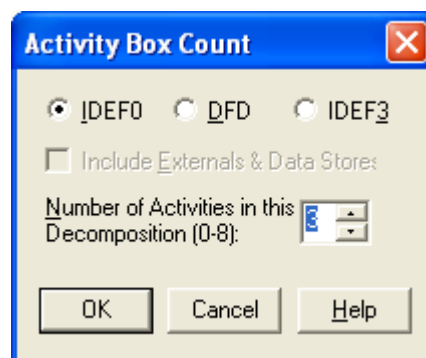

Рисунок 2.1 – Створення діаграми декомпозиції
1. Виберіть кнопку переходу на нижній рівень в палітрі інструментів  і в діалозі *Activity Box Count* встановіть кількість робіт на діаграмі нижнього рівня – 3 – і натисніть *OK* (рис. 2.1).